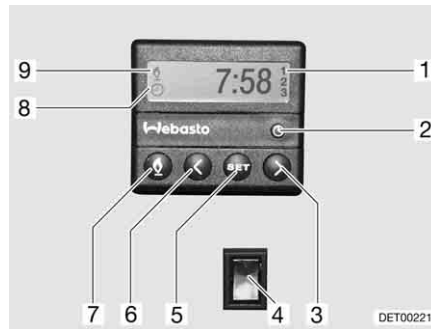

Fig. 72 Centralina di controllo per riscaldamento fisso
- Premere il tasto (Fig. 72,7). Il funzionamento del riscaldamento viene indicato con il simbolo (Fig. 72,9). La ventola viene inserita solo quando la temperatura dell'acqua di raffreddamento è pari a 30 °C.
- Premere il tasto (Fig. 72,7). Il simbolo (Fig. 72,9) si spegne.
- Premere l'interruttore (Fig. 72,4) in basso. Il motore viene preriscaldato. La ventola viene inserita immediatamente.
- Premere l'interruttore (Fig. 72,4) in alto. Il motore rimane freddo.
- Premere il tasto (Fig. 72,2). L'impostazione dell'ora viene indicata con il simbolo (Fig. 72,8).
- Impostare l'ora con i tasti (Fig. 72,3 e 6).
- Premere il tasto (Fig. 72,5).
- Impostare l'orario di accensione con i tasti (Fig. 72,3 e 6) entro 10 secondi.
- Premere il tasto (Fig. 72,5) fino a che nel display (Fig. 72,1) non appare il numero di programmazione desiderato.